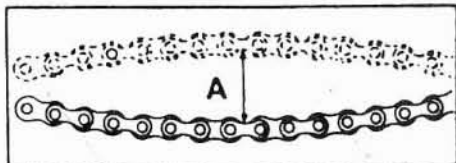

Fig. 22 - Tensione catena.
- la catena sia sempre tesa, il gioco che questa deve mantenere è di 30-35 mm. (A Fig. 22);